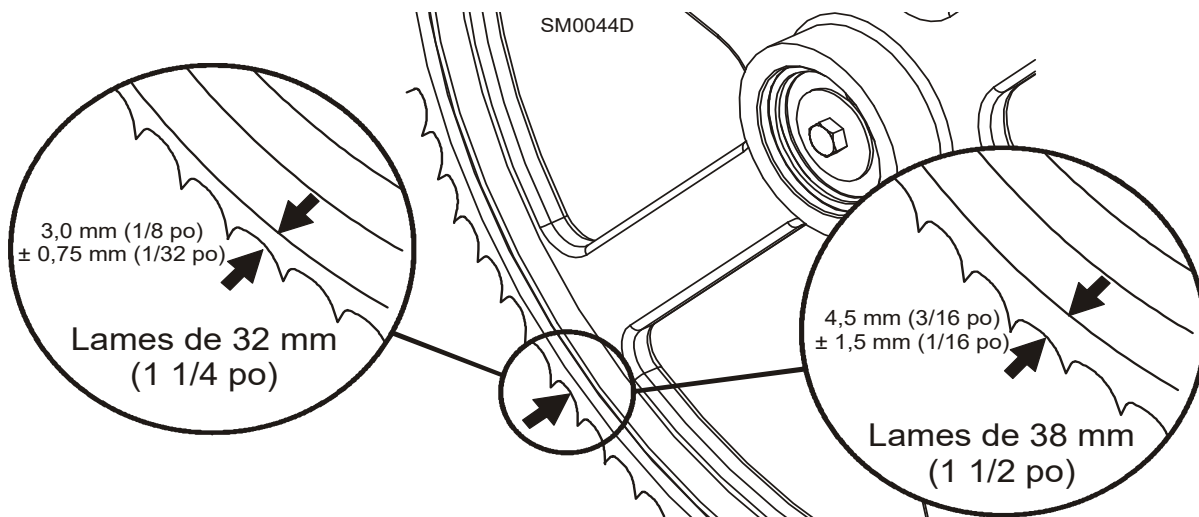

FIG. 3-6
**Voir Figure 3-6.** Placez les lames de 1 1/4" (32 mm) de large pour que la gorge se trouve à 1/8" (3.0 mm) à l'extérieur du bord du volant ( $\pm 1/16$  [1.5 mm]). Placez les lames de 1 1/2" de large pour que la gorge se trouve à 3/16" (4.5 mm) à l'extérieur du bord du volant ( $\pm 1/16$  [1.5 mm]).